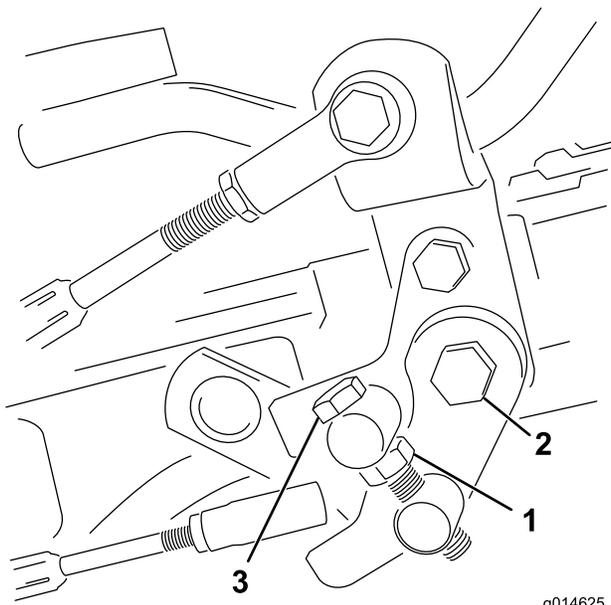

図 49
1. トラニオン・ボルトのジャムナットをゆるめる（図 49）。
4. トラニオン・ボルトのジャムナット、およびペダル・ピボットのナットを締め付けて調整を固定する (図 49)。調整を確認し、必要に応じて再調整する。